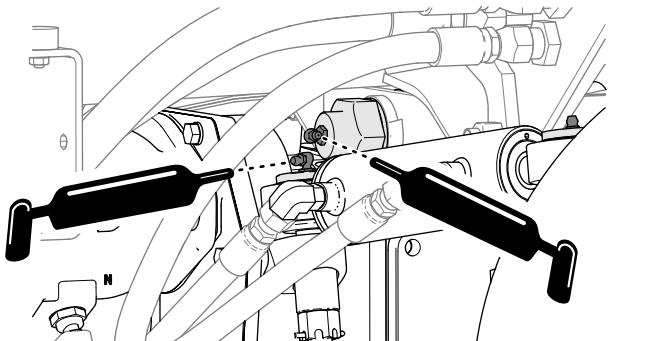

Bild 113
- Buchse der Hinterachsschwinge und Lenkzylinder, siehe Bild 113